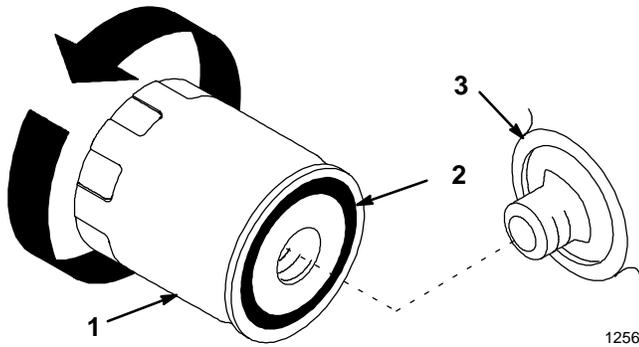

Figure 34
6. Changer le filtre à huile (Fig. 34).
2. Déposer le filtre usagé et essuyer l'adaptateur du filtre et la surface du joint (Fig. 34).
3. Enduire d'une mince couche d'huile fraîche le joint de caoutchouc du filtre neuf (Fig. 34).
4. Monter le nouveau filtre à huile sur l'adaptateur, en vissant le filtre dans le sens des aiguilles d'une montre jusqu'à ce que le joint de caoutchouc touche l'adaptateur, puis en le vissant encore de 1/2 tour supplémentaire (Fig. 34).